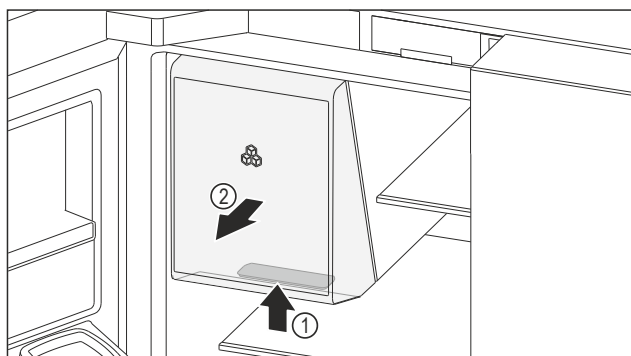

Fig. 155 Retrait du compartiment de stockage de glace
- Saisir la poignée encastree Fig. 155 (1) du compartiment de stockage de glace par le bas et retirer le compartiment de stockage de glace par l'avant Fig. 155 (2).